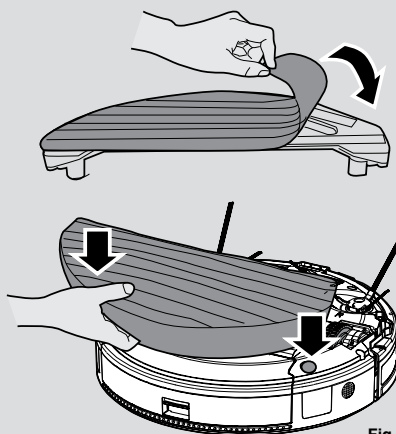

Fig. 15
3. Juster vandtanken med robottenS nederste del, og skub den ind i dens korrekte position, indtil du hører et klik der indikerer at den sidder korrekt. [Fig. 15]